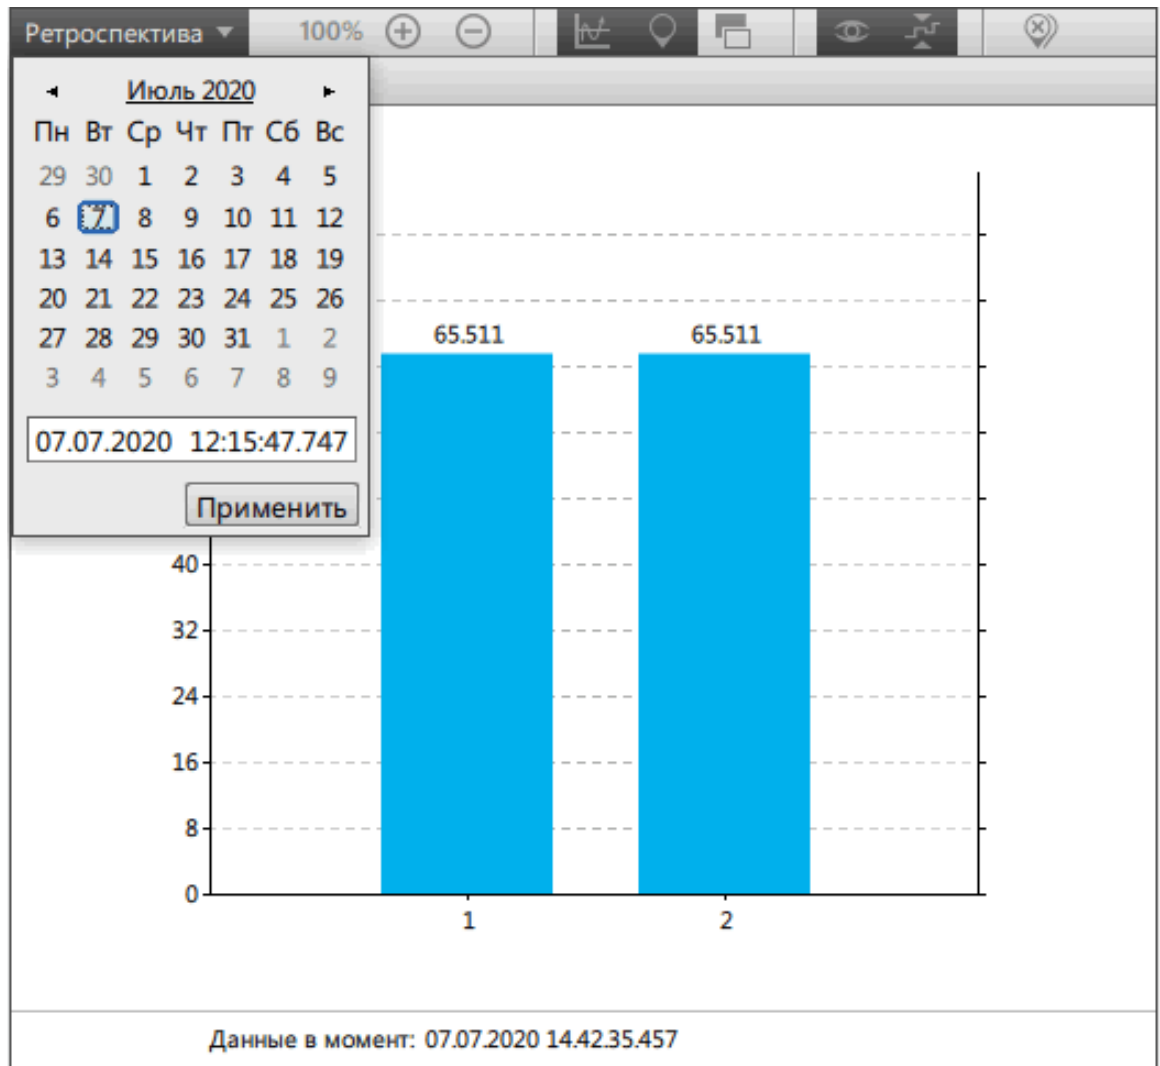

Рисунок 75 - Режим «Ретроспектива»
- Мгновенные значения.** Выбор интервала агрегации будет заблокирован. Станет доступным режим **Ретроспектива** (Рисунок 75), при котором отображаются мгновенные значения за указанный момент времени. Режим мониторинга при этом отключится.